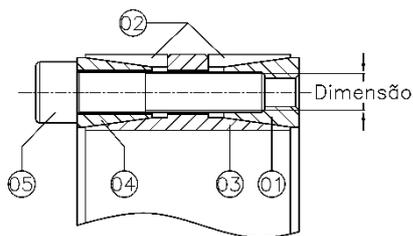

Fig. 1
- II. É recomendado soltar todos os parafusos que por motivo de transporte encontram-se apertados no anel. Estes parafusos não necessitam ser retirados do conjunto, basta que estejam presos a poucos filetes da rosca do anel traseiro. (Fig. 1 – Pos. 1)
Os elementos de fixação para serem reutilizados, devem estar limpos e levemente oleados, e as superfícies de contato em perfeitas condições de montagem (fig. 1)